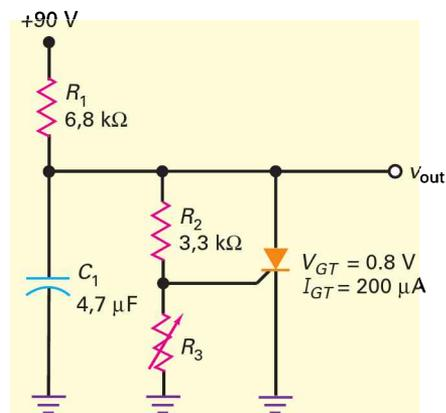

Figure 13.42
- 13.8** Quelle est la valeur crête de la tension de sortie dans la figure 13.42 si la résistance variable R est réglée à 500 Ω ?
- 13.11** Dans la figure 13.42, la résistance variable R est réglée à 750 Ω. Quelle est la constante de temps de la charge du condensateur ? Quelle est la résistance de Thévenin vue par la gâchette ?